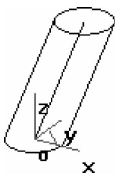

图 3-32 平行导动
(1) 平行导动。平行导动是指截面线沿导动线趋势始终平行它自身地移动而生成的导动增料特征实体，如图 3-32 所示。